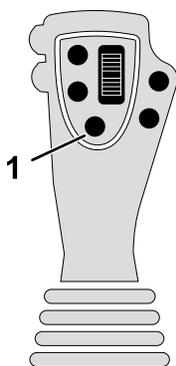
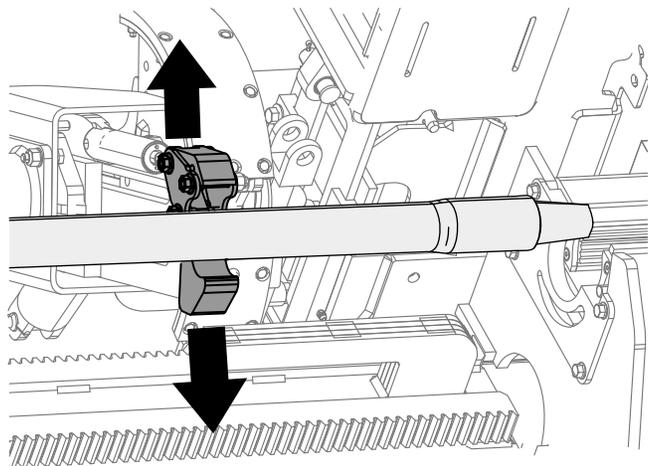

Рисунок 36
Рисунок 37
10. Удерживайте нажатой нижнюю левую кнопку на левом джойстике (Рисунок 36), чтобы отпустить трубу (Рисунок 37), а затем отпустите кнопку.